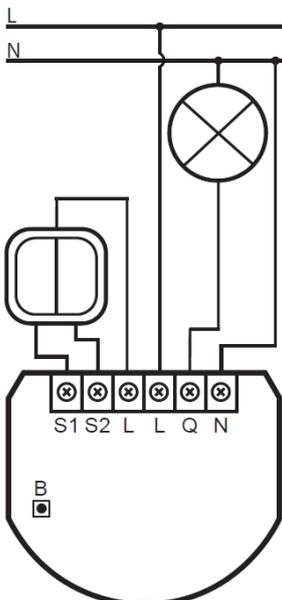

Abbildung 1: Beispielhafter Anschluss von SingleSwitch-Control
- Schließen Sie nur wie in Abbildung 1 unten gezeigt an. Ein falscher Anschluss kann zu Gefahren für Gesundheit, Leben oder Sachschäden führen.
3. Verbinden Sie wie in Abbildung 1 unten gezeigt.